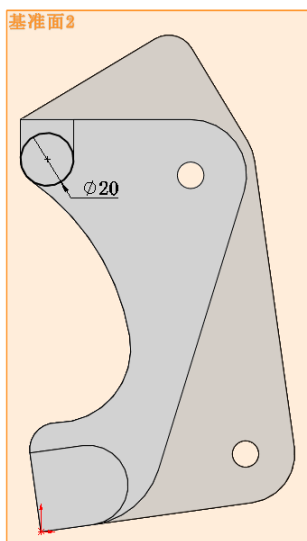

图 13-243 绘制草图 5
(13) 绘制草图 5。在左侧的“FeatureManager 设计树”中用鼠标选择“基准面 3”作为绘制图形的基准面。单击“草图”工具栏中的 (圆) 按钮，绘制如图 13-243 所示。